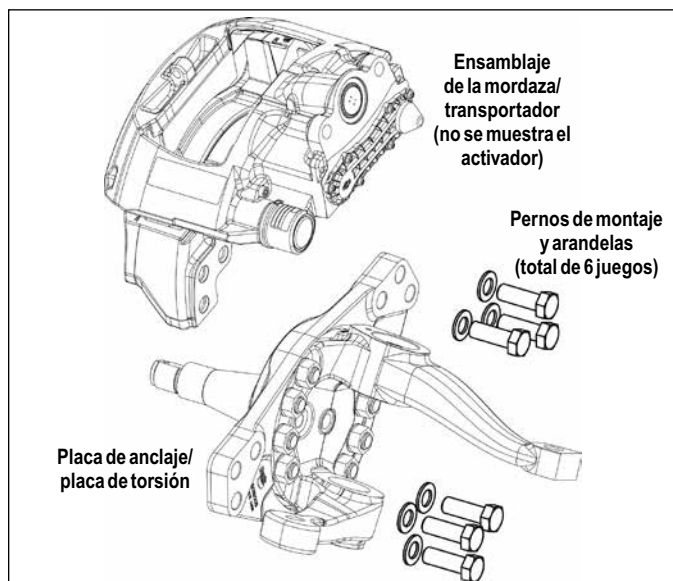

FIGURA 42 - MORDAZA/TRANSPORTADOR DE MONTAJE AXIAL
- 5.3.5 Desconecte la(s) manguera(s) de aire de la cámara de los frenos. Consulte la figura 42. Apoye el freno de disco de aire usando los medios necesarios, retire los seis (6) pernos que conectan el freno a la placa de anclaje y quite el ensamblaje de la mordaza/transportador del vehículo.